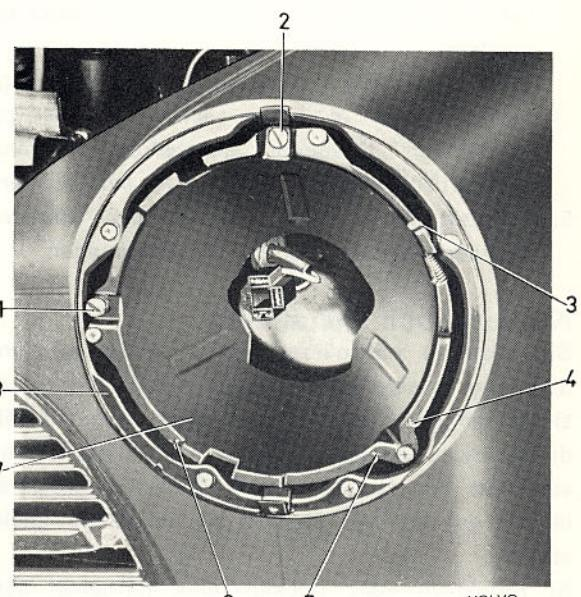

Bild 116. Strålkastarkåpan
4. Lossa skruvarna (1 och 2, bild 116) för strålkastarens inställning 8—10 varv. Kroka av fjädrarna (3—6) från glidkåpan (7). Lyft bort glidkåpan från skyddskåpan (8).